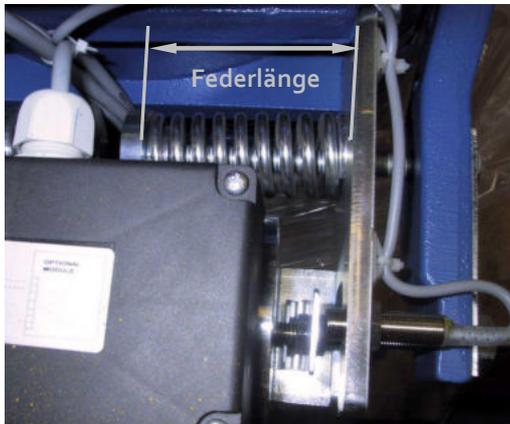

Abb. 10
3. Federdruck voreingestellt auf Federlänge L zwischen den beiden Anlageflächen auf 88mm, wird bei der technischen Prüfung im Feld angepasst (siehe Abb. 10).